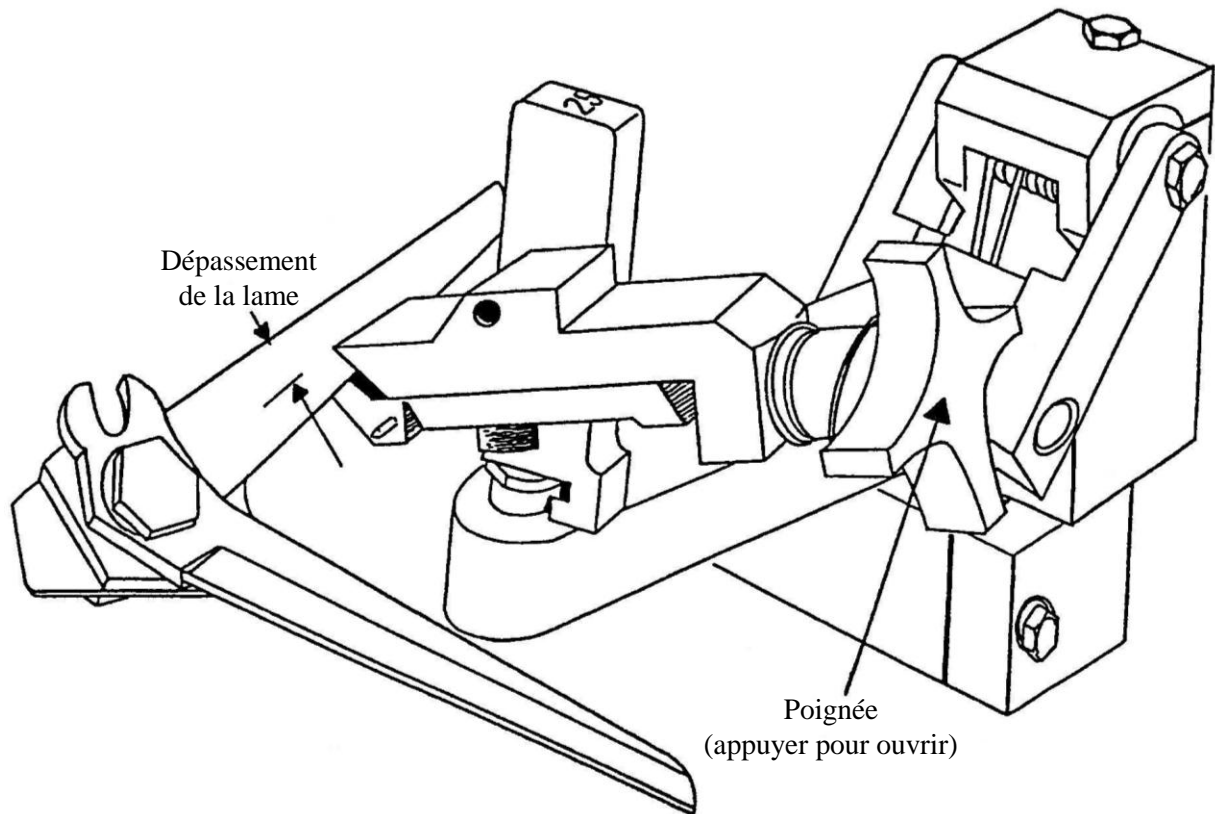

Figure 11A
Pour ouvrir l'étau, desserrez et appuyez sur la poignée. Centrez la lame dans l'étau comme dans la figure 11A. La plupart des lames de ciseaux, notamment les lames Airshirz®, peuvent être placées dans la première encoche (A). Les lames plus grosses ou plus larges doivent être insérées dans l'étau jusqu'à l'encoche (B) pour entrer sous le guide d'affûtage.
8.4.4 Installation d'une lame dans l'étau (suite) (voir la figure 11A)